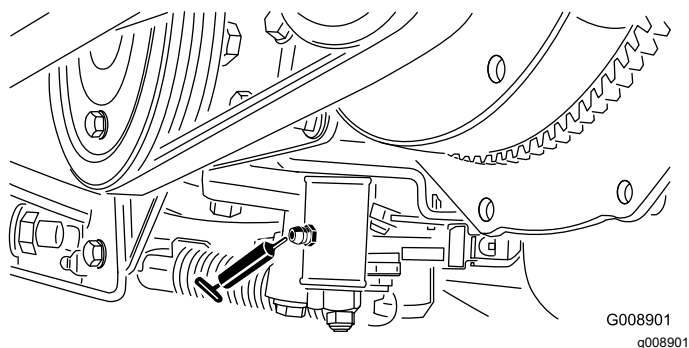

Рисунок 60
- Механизм регулировки нейтрали (Рисунок 60)